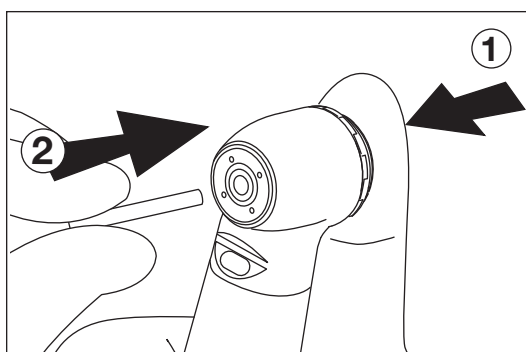

図2
- 2) プッシュボタンを押しながら、パーをチャック内に挿入します。(図2) 取り付け後、必ずパーを押し引きしてパーが確実に装着されている事を確認してください。